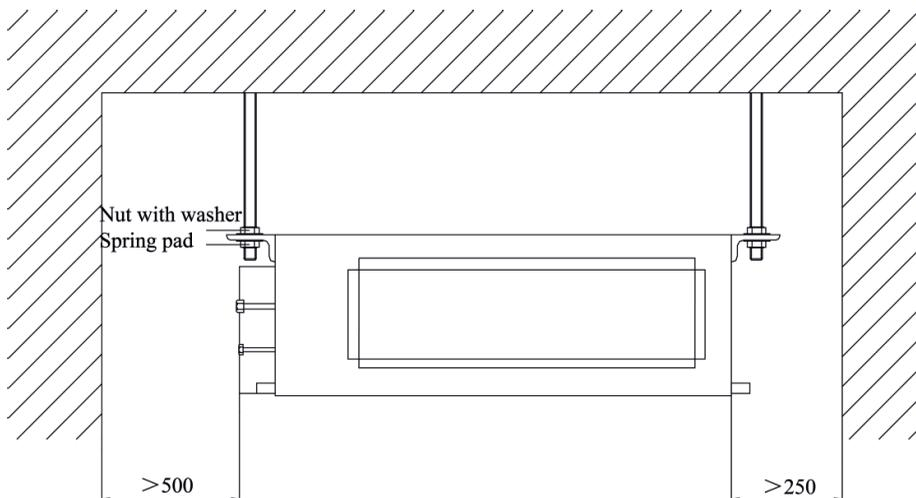

Fig. 2
- 4) Assegure-se de que o espaço de instalação mostrado na Fig.2 seja deixado para o acesso à manutenção.